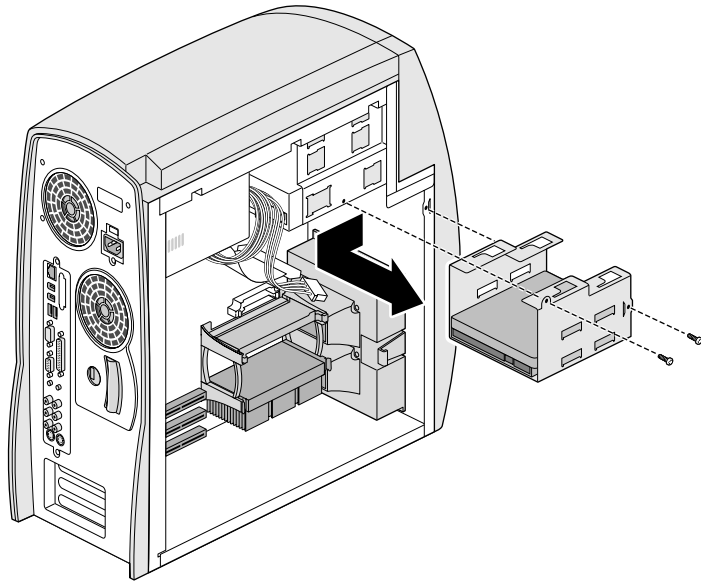

Figura 4-11 Rimozione del supporto del disco rigido interno
5. Estrarre il supporto del disco rigido dal sistema, come illustrato nella Figura 4-11.